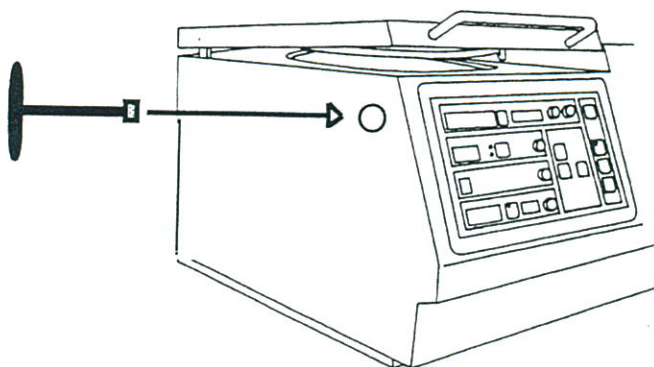

Fig. 10
8.1 Nødbåbning af låg. (Fig. 10).